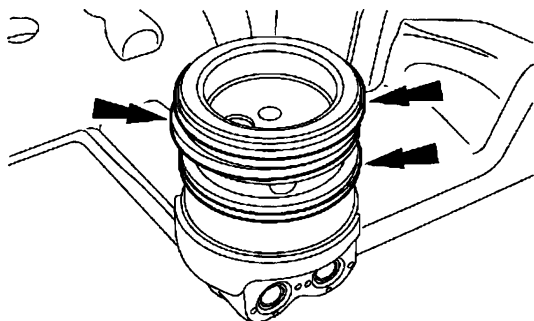

图 15-6 拆卸可变凸轮轴正时总成壳体的密封圈
- 7) 拆卸并废弃可变凸轮轴正时总成壳体的密封圈，如图 15-6 所示。